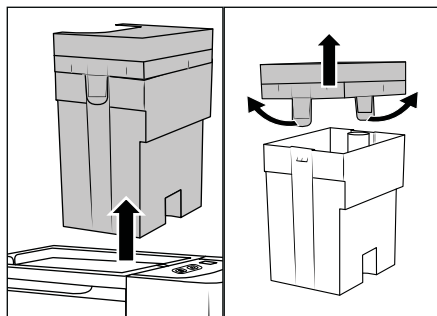

Abb. 7
- ◆ Fassen Sie den Schmutzwasserbehälter 7  am Griff des Deckels 3 und ziehen Sie ihn nach oben aus dem Gerät (siehe Abb. 7).
- ◆ Ziehen Sie die beiden Haltelaschen leicht nach außen und nehmen Sie den Deckel 3 ab (siehe Abb. 7).